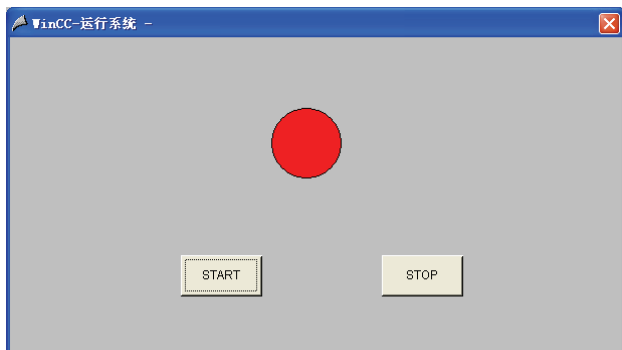

图 10-36 运行和显示
8) 运行和显示。在图形编辑器界面中, 单击“激活”按钮 , 再单击“START”按钮, 灯为红色, 单击“STOP”按钮, 灯为灰色, 如图 10-36 所示。